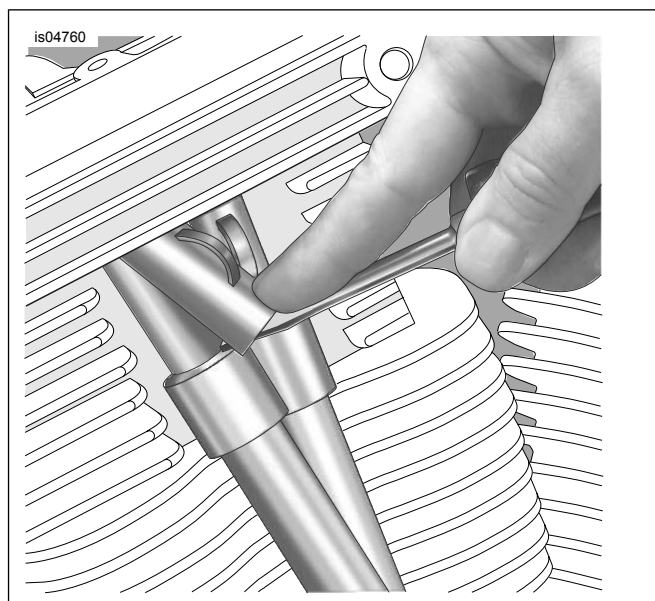

Figura 10. Instalação do retentor da capa da mola
- Enquanto pressiona a capa da mola com a ponta da chave de fenda, use o dedo indicador para deslizar a borda inferior do retentor da capa da mola para baixo na direção da ponta da lâmina da chave de fenda. À medida que a capa da mola alcança seu curso máximo, o retentor da capa da mola deverá estar aproximadamente em sua posição final contra a tampa superior da vareta de compressão. Veja a Figura 10.